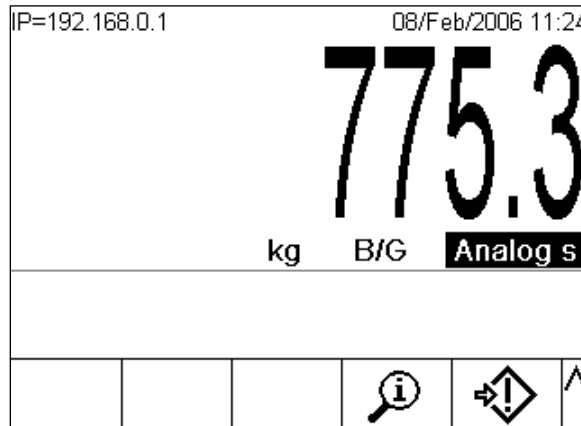

Figura 1-3: Pantalla inicial IND780 que muestra la tecla programable de extracción de información
1. En la pantalla inicial (Figura 1-3), presione la tecla programable EXTRACCIÓN DE INFORMACIÓN  (comúnmente en la segunda fila de teclas programables).